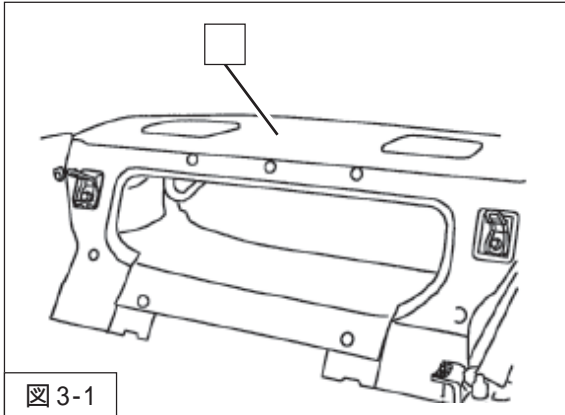

図3-1
1. リアパーセルシェルフフィニッシャーを取外してください。(図3-1)